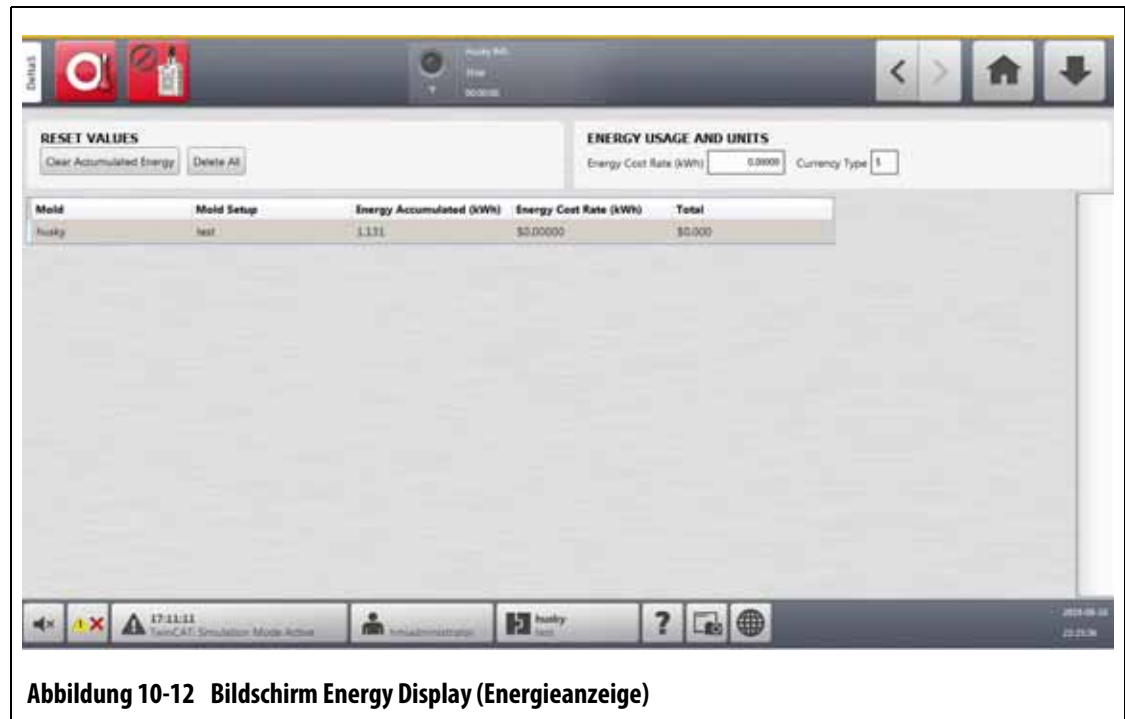

Abbildung 10-12 Bildschirm Energy Display (Energieanzeige)
1. Berühren Sie auf dem Home Screen die Schaltfläche **Energy Display** (Energieanzeige). Der Bildschirm Energy Display (Energieanzeige) wird angezeigt. Siehe Abbildung 10-12.